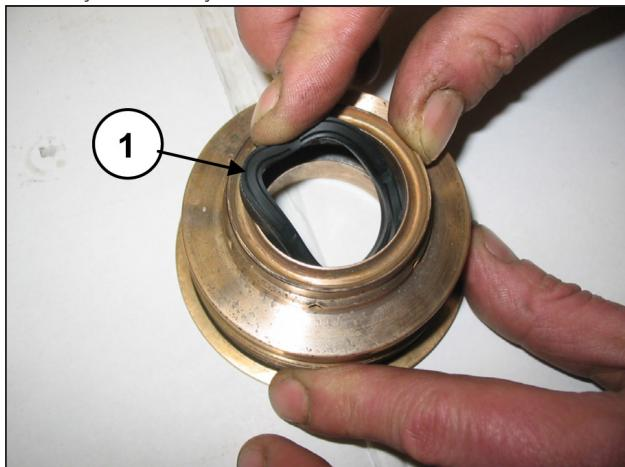

Fig. 174
Insira o vedante de baixa pressão no suporte do vedante KC (pos. ①, Fig. 174) prestando atenção para o sentido da montagem, que prevê a borda de estanqueidade para a frente (na direção do cabeçote).